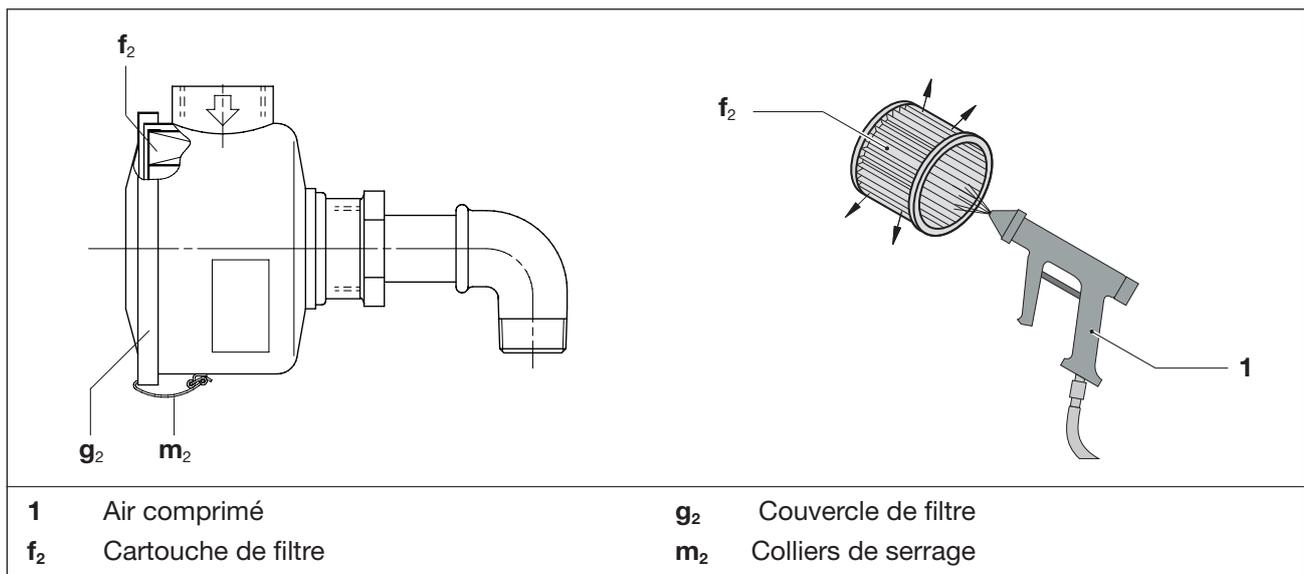

Fig. 8 Filtre d'aspiration étanche au vide
Il faut nettoyer la cartouche de filtre (Fig. 8/f₂) du filtre d'aspiration isolé sous vide (Fig. 2/S) une fois par mois ou, selon le niveau de contamination, plus souvent en soufflant de l'intérieur vers l'extérieur. Malgré le nettoyage du filtre, son pouvoir séparateur se dégradera progressivement. C'est pourquoi il convient de remplacer le filtre tous les six mois.
- b) Desserrez les colliers de serrage (Fig. 8/m₂) sur le couvercle du filtre (Fig. 8/g₂).
- c) Retirez la cartouche de filtre (Fig. 8/f₂) du filtre et nettoyez ou remplacez-la.
- d) Remettez la cartouche de filtre dans le filtre et fixez le couvercle de filtre (Fig. 8/g₂) à l'aide des colliers de serrage.